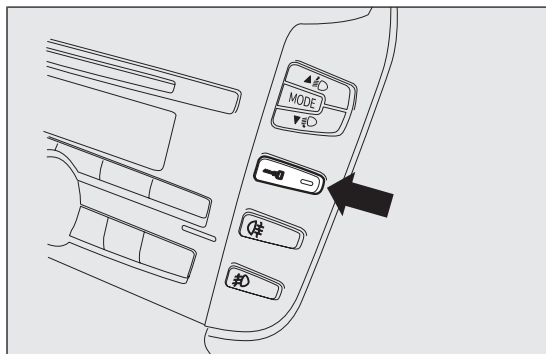

fig. 13
- ☐ pulsante fig. 13 di blocco/sblocco porteubicato sulla mostrina centrale;